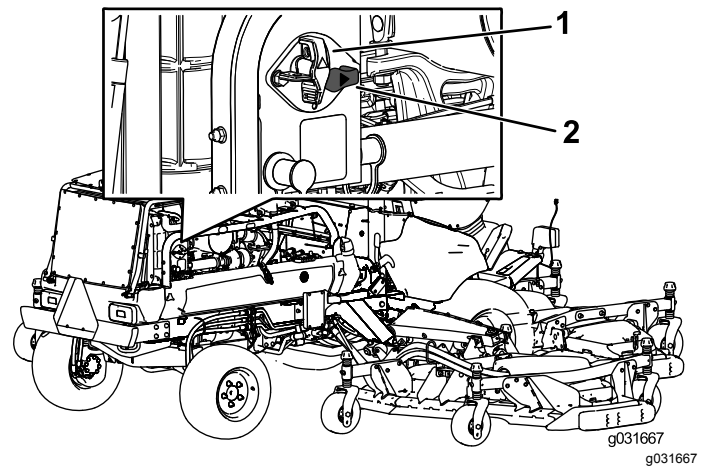

図 63
- 電気系統に通電を行うには遮断スイッチ右に回して ON 位置にする **図 63**。
- 電気系統への通電を遮断するには遮断スイッチ左に回して OFF 位置にする **図 63**。